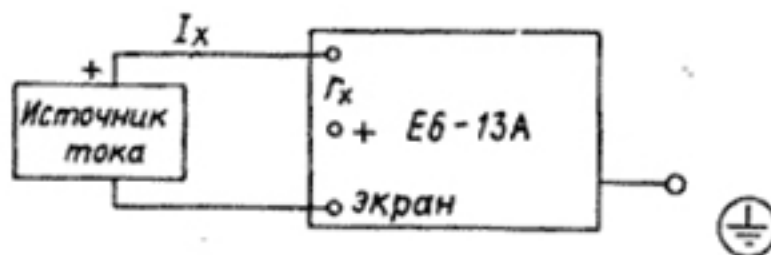

Рис. 8
9.4.2. Подключите источник тока к прибору в соответствии с рис. 8, предварительно установив указатель прибора на нулевую отметку шкалы.